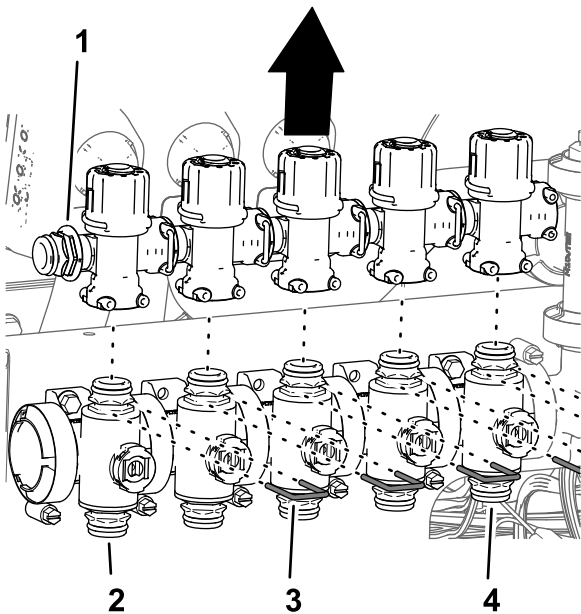

図 101
4. ノズルバルブ 1-7 にバイパスバルブを固定しているリテーナを外す 図 101。
5. ノズルバルブ 1-5 からのバイパスバルブを一旦外し 図 101、